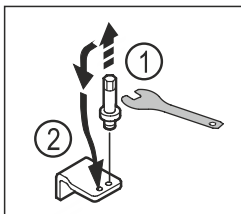

Fig. 17
- ▶ Skru ut boltene til den nedre lagerbukken med utvendig sekskantnøkkel SW5. Fig. 17 (1)
- ▶ Sett inn boltene på motsatt side. Fig. 17 (2)